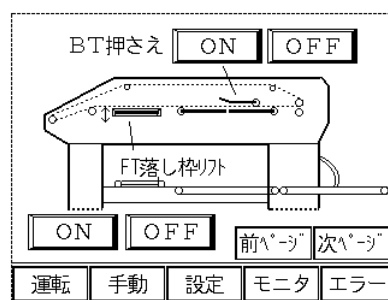

図7-56
7. 7.4 BT 押え・FT 落し枠リフト(図7-56, 57)